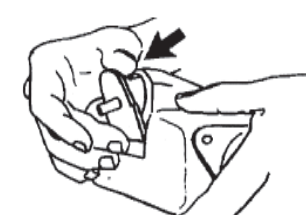

図9
- 4) オーバーフロー防止機能の取外しもできます(図9)。